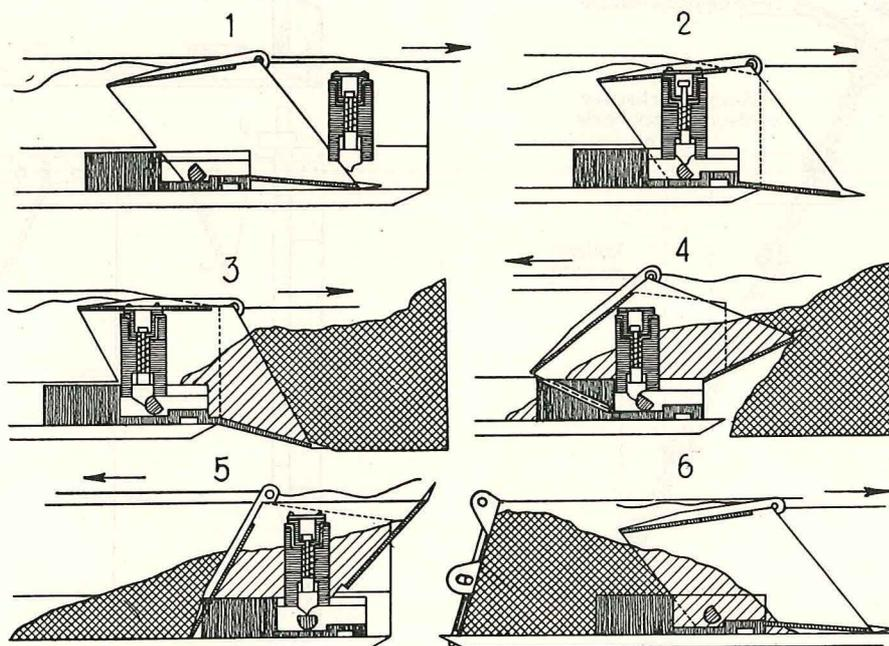

Fig. 6. — Principe du fonctionnement du scraper - accumulateur.
4°) Principe de fonctionnement (fig. 6).
Un des câbles (câble Casar S de 9,5 mm) s'amarré directement sur l'axe de la pelle (câble queue), l'autre passe sur une poulie ancrée à front et vient ensuite s'amarrer sur le même axe (câble tête). Ces câbles sont du type Scale Loy, préformés croisés. Sous l'action du treuil, la pelle sera donc animée d'un mouvement de va-et-vient dans le sens du traçage à l'intérieur de l'accumulateur qu'elle entraîne à sa suite par le jeu des taquets. La figure 6 reproduit un cycle de chargement : Le scraper accumulateur se trouve près du treuil. Sous l'action du câble tête, la pelle glisse (vers l'avant) dans le fond de l'accumulateur (1), ses tourillons profilés spécialement passent sous les loquets des taquets qu'ils relèvent (2), ses patins butent contre les taquets et elle entraîne l'accumulateur vers les fronts (3). Dans ce mouvement, le bac de la pelle racle le mur. En arrivant à front, elle pénètre dans les déblais du tir jusqu'au calage du treuil.